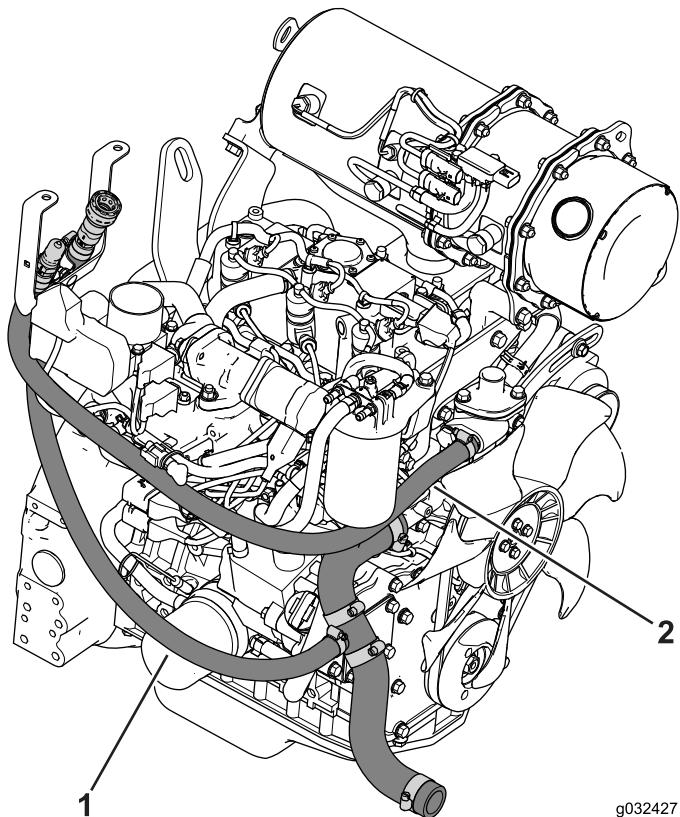

Bild 26
1. Verlegen Sie den Zulaufschlauch, wie in Bild 26 abgebildet.